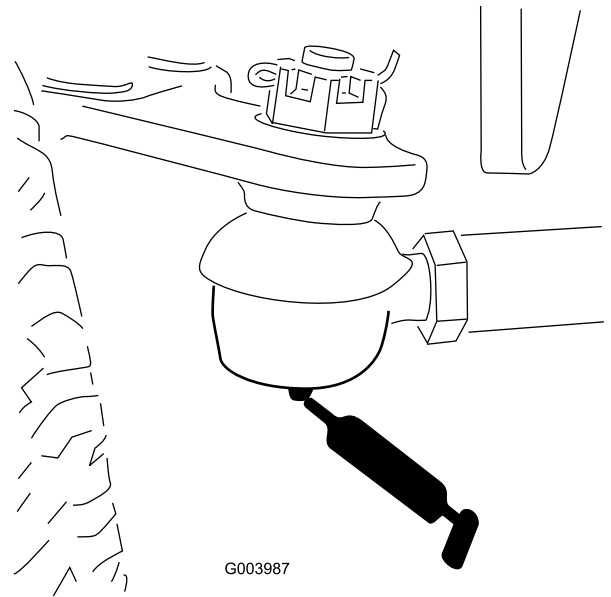

Figure 45
- Bielle d'essieu arrière (2) (Figure 45).